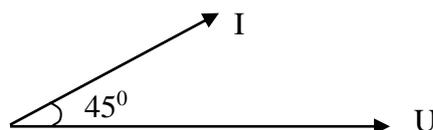

Рис. 3
- На участке цепи напряжение $U = 28,2 \text{ В}$, а сила тока $I = 2 \text{ А}$. Определить сопротивление участка, если известна векторная диаграмма (рис. 3).